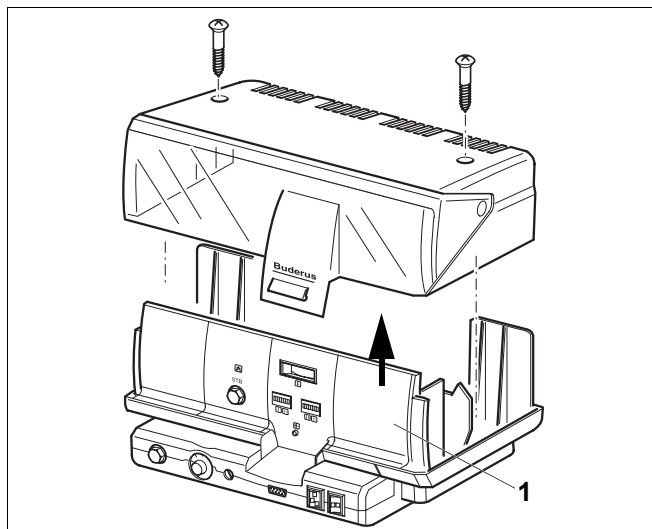

Bild 2 Manöverpanel med lyft kåpa
- Lossa de båda skruvarna på apparatens ovansida och lyft av kåpan (Bild 2).
- Ta bort blindskivan (Bild 2 , Pos. 1).